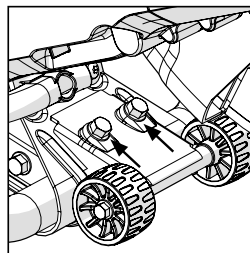

FIG. 10
- Utilisez les boulons de train de roulement fournis pour fixer le train de roulement à la machine. (**Fig. 10**)